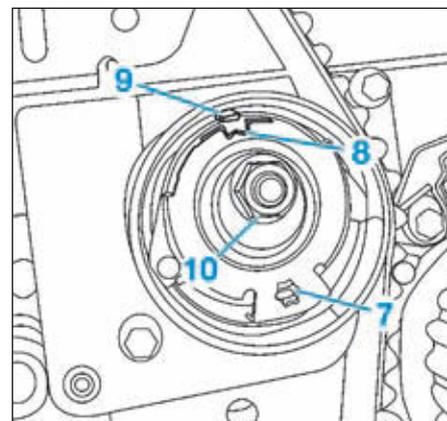

FIG.12
• Tourner l'excentrique (7) dans le sens antihoraire pour amener l'index mobile (8) en face du repère (9) (Fig.12).
• Serrer la vis du galet tendeur (10) au couple de serrage prescrit.